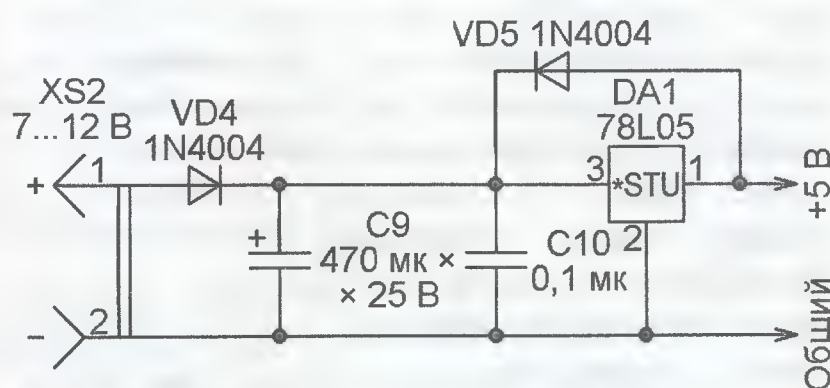

Рис. 4
- предусмотреть питание модуля от внешнего источника напряжения 7...12 В, например, сетевого адаптера мощностью 5...10 Вт. Для этого можно собрать стабилизатор напряжения 5 В по схеме, изображенной на рис. 4.